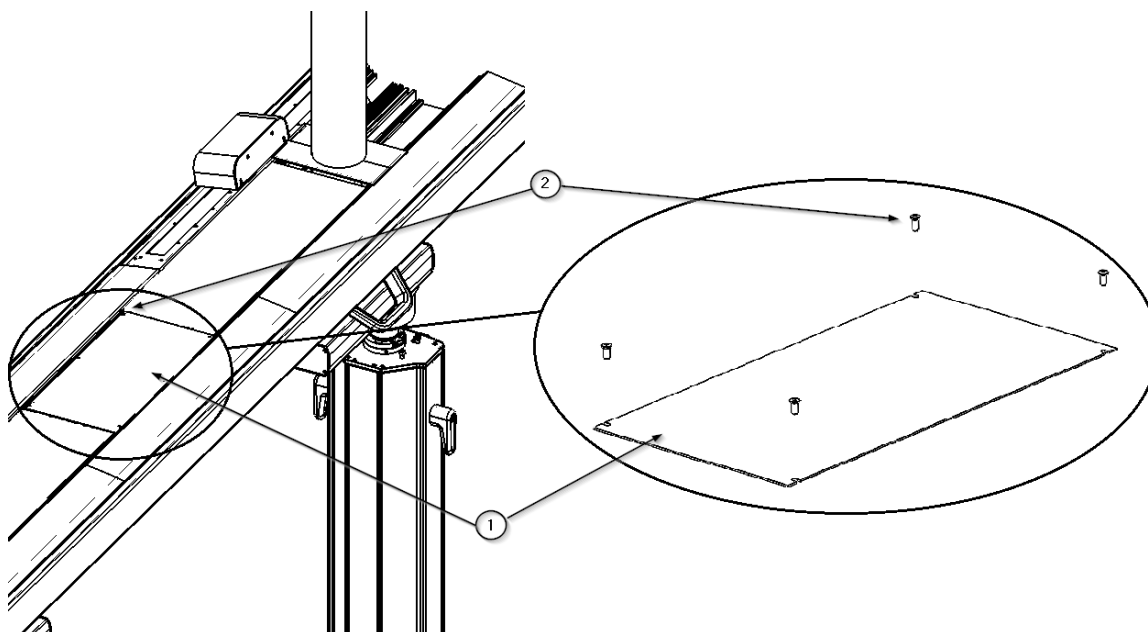

Abb. 7 Entfernen des Polycarbonat-Diffusors
- Setzen Sie die Polycarbonatabdeckung ① wieder auf und schrauben Sie die 4 Senkkopfschrauben M6 x 16 ② DIN 935 wie in Abbildung 7 gezeigt fest.